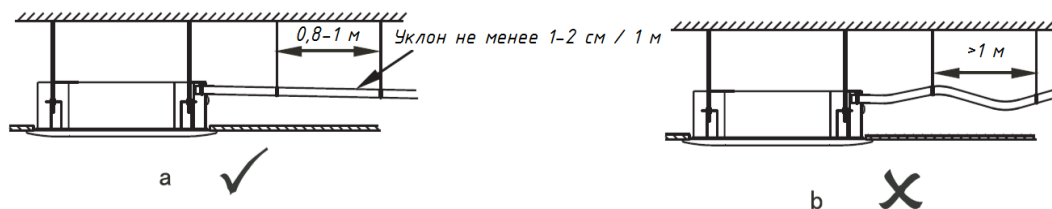

Рисунок 5.18 – Правильная и неправильная укладка дренажной трубы
5.5.4. Чтобы предотвратить попадание конденсата в ВБ, дренажная труба должна быть смонтирована с уклоном в сторону от наружного блока, уклон должен составлять не менее 1-2%. На ней не должно быть никаких выступов, перегибов, где возможно скопления воды (см. рис. 5.18).
5.5.5. Необходимо установить точки опоры дренажной трубы через каждые 0,8 – 1,0 м, чтобы предотвратить прогиб сливной трубы (см. рис. 5.18). Длина дренажной трубы не должна превышать 20 метров.